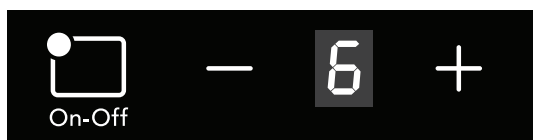

Figure 16 : Réglage des zones de cuisson à induction
3. Appuyez sur la touche + ou - pour la zone de cuisson (Figure 16) jusqu'à ce que vous atteigniez le réglage souhaité (reportez-vous aux paramètres de la Zone d'Induction Recommandée dans le tableau ci-dessous).